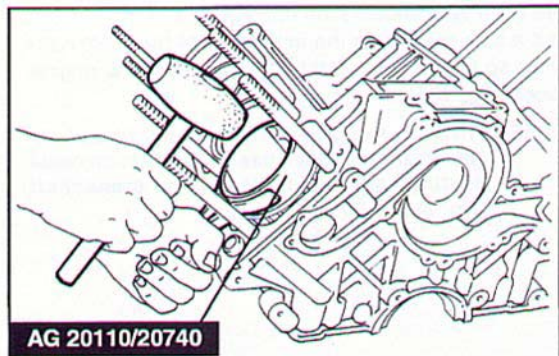

Fig. 132 ▼
- inserire i complessivi biella-pistone nelle canne cilindri (Fig. 132), comprimendo i segmenti con l'attrezzo AG 20110 (motore 2000) o AG 20740 (motore 2800), aiutandosi con un martello in gomma per non danneggiare i pistoni;
- insert the connecting rod-piston assemblies in the cylinder liners (Fig. 132), pressing the piston rings down with tool AG 20110 (2000 engine) or AG 20740 (2800 engine) and using a rubber hammer to avoid damaging the pistons;